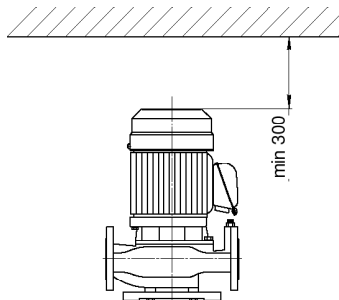

Рис.4. Схема установки электронасосов по отношению к стене
- минимальное расстояние между стеной и крышкой вентилятора двигателя минимум 300 мм. (рис.4);